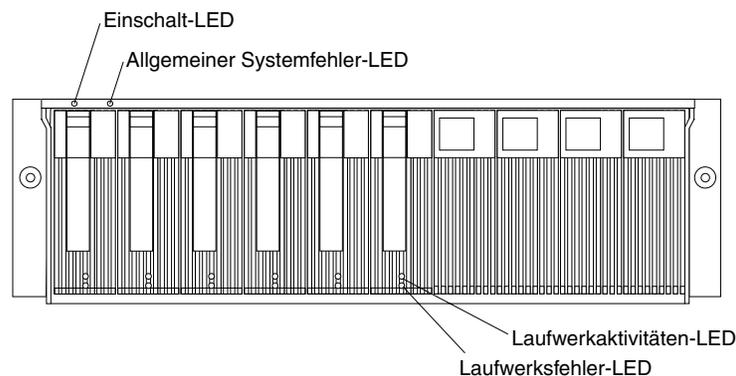

Abbildung 6. Speicher-Server-LEDs (Vorderseite)
- Abb. 6 auf Seite 33
Jede CRU-Einheit verfügt über zwei LEDs, die den Status dieses spezifischen Laufwerkes anzeigen. Weitere Informationen zur den Betriebsarten und Beschreibungen der Laufwerk-LED finden Sie unter Abb. 6 auf Seite 33 und Tabelle 3 auf Seite 33.